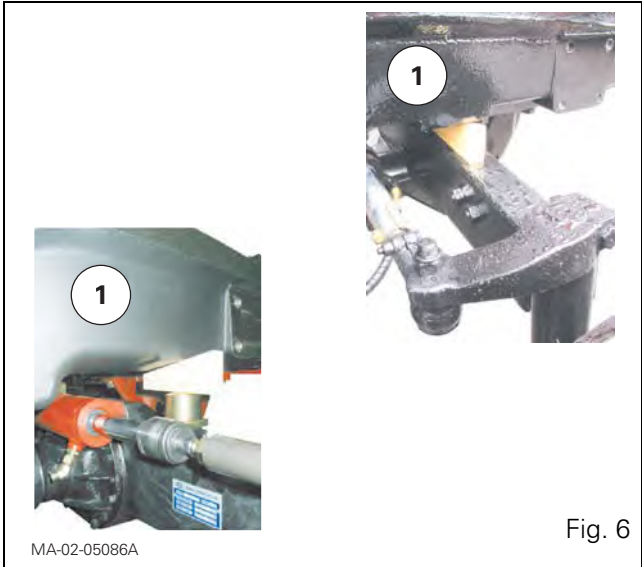

Fig. 6
- insertando un bloqueo adecuado a cada lado del bastidor (1), tal como se muestra en la Fig. 6.